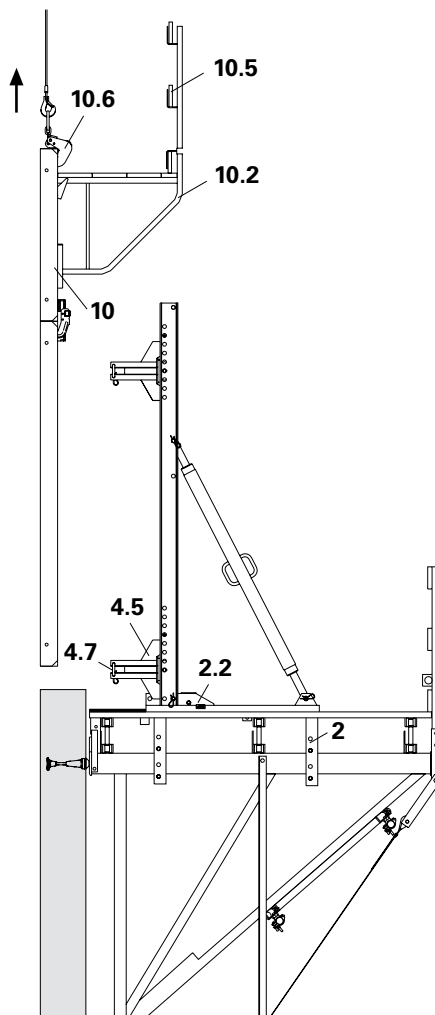

Fig. B2.20
1. Arretrare il carrello (2) e bloccarlo con il cuneo (2.2), v. B4.1. Puntellare lateralmente il corrente verticale.
2. Montare il gancio di sollevamento MAXIMO (10.6) sull'unità di cassaforma (10) e agganciare l'imbracatura della gru.
5. Sollevare e allontanare la cassaforma (es. area di stoccaggio). (Fig. B2.20)